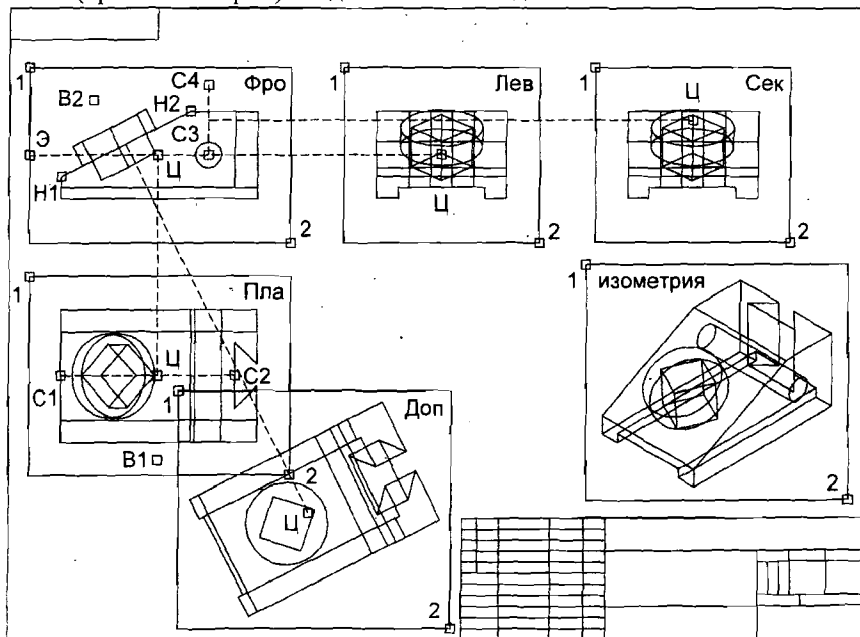

Рис.27
1. Создать ВЭ для вида сверху (рис.27):
Положение центра и рамку ВЭ в первом приближении можно задать, руководствуясь рис.27. В дальнейшем размещение и размеры ВЭ можно будет уточнить в процессе окончательной компоновки чертежа.
2. Создать ВЭ для фронтального разреза (см. рис.27):
3. Создать ВЭ для вида слева (см. рис.27):
4. Создать ВЭ для профильного разреза в порядке, аналогичном созданию фронтального разреза (см. рис.27):
5. Создать ВЭ для дополнительного вида (дополнительный вид создается из текущего ВЭ Фро) (см. рис.27):
6. Командой -ВЭКРАН (-MVIEW) создать ВЭ для изометрии модели (см. рис.27). Далее, не выходя из режима компоновки, переключиться в пространство модели и сделать текущим этот ВЭ. Установить в нем вид в плане МСК. Затем перенести начало ПСК в центр левого ребра основания модели и установить вид в юго-западной изометрии. После этого установить ПСК в плоскости видового экрана. Командой ПОКАЗАТЬ (ZOOM) с опцией Масштаб (Scale) задать масштаб изображения (1хр).